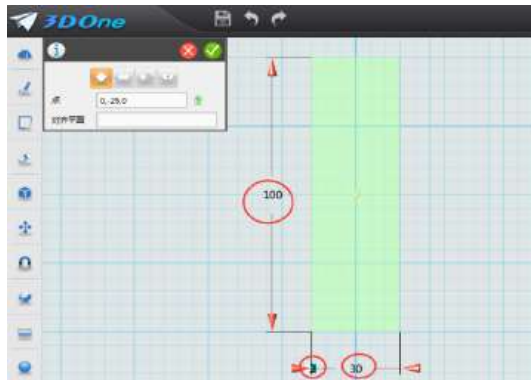

图 9-3
2.绘制长方体：鼠标移到屏幕最左侧第一个图标“基本实体”命令里面的“六面体”命令，绘制出长：100；宽：30；高：2的长方体，如图 9-3。